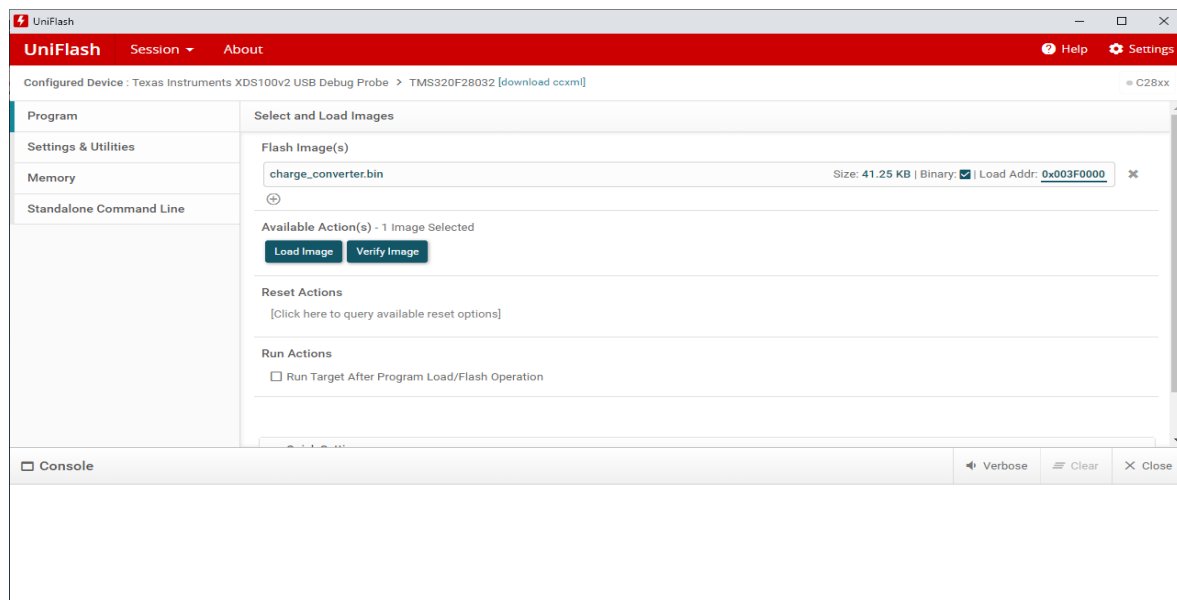

Рисунок 5 – Установка начального адреса
1.1.6 Также в строке «Flash Image(s)» установить начального адрес (Load Addr:) 0x3F0000 для прошивки микроконтроллера (рисунок 5).